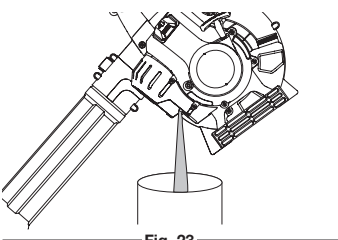

Fig. 23
- Videz l'huile dans un récipient en penchant l'appareil en position verticale (Fig. 23). Prévoyez suffisamment de temps pour une vidange complète.